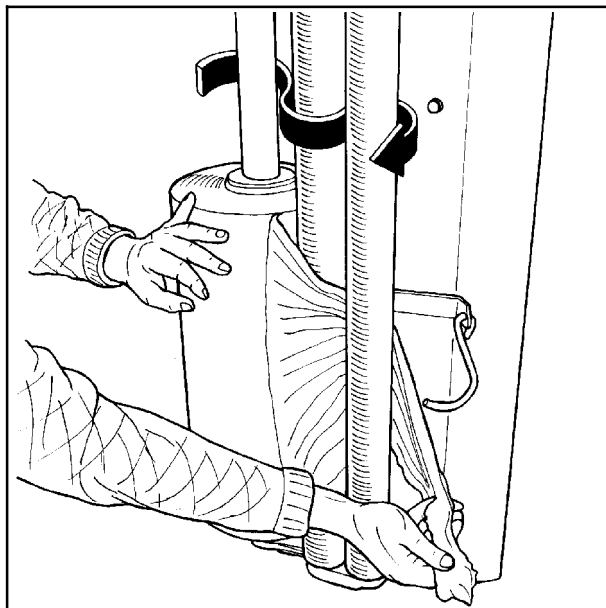

Fig. 5-2
**5.3** Tre platen mellom rollene på forstrekkeren etter pilens retning. (Se fig. 5-2).